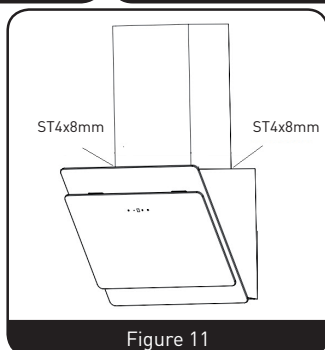

Figure 11
8. Pour terminer, fixez la cheminée inférieure sur la hotte avec 2 vis ST4x8 mm. (Figure 11)